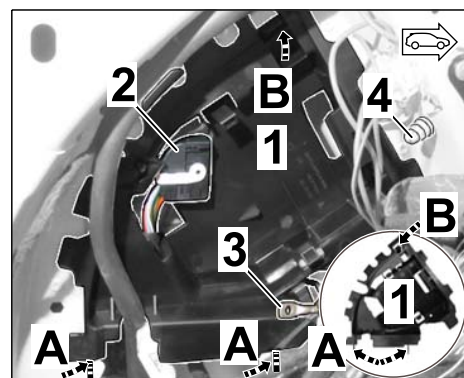

Рис. 12
2.4.2 Ввести цапфы (2 шт. с нижней стороны держателя БУ) в кузов (⇒ *Рис. 12 -А*).
2.4.3 Закрепить держатель БУ тягово-сцепного устройства сверху в вертикальном щитке кузова (⇒ *Рис. 12 -В*).